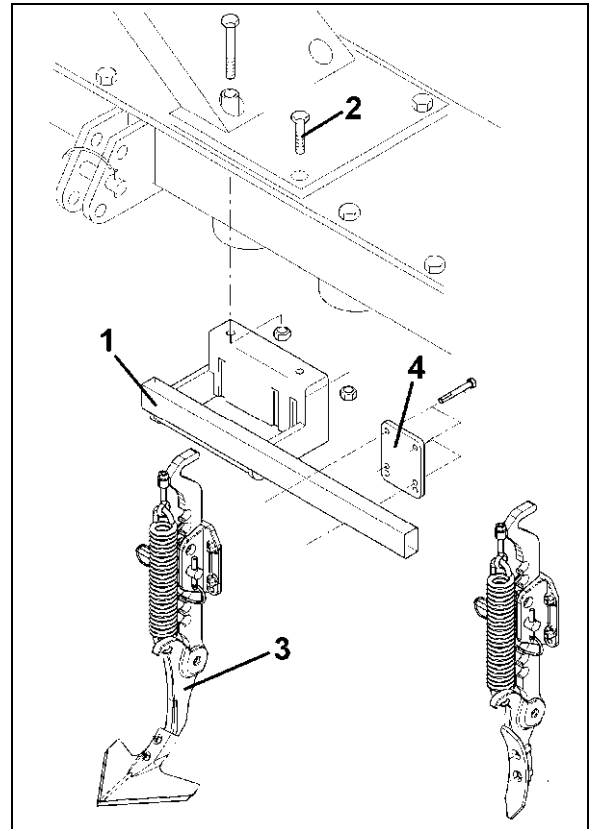

Fig. 21
Zemin işleme makinası, bu derin izlerin önce traktör izi gevşeticileri (Fig. 21) tarafından giderilmesi durumunda düşük çalışma derinliği ile kullanılabilir.
2. Taşıyıcı boruyu (Fig. 21/1) iki kapak sabitleme cıvatası (Fig. 21/2) ile zemin işleme makinasına vidalayınız.
3. İz gevşeticiyi (Fig. 21/3), sıkıştırma plakaları (Fig. 21/4) ve cıvatalar ile taşıyıcı boruya sabitleyiniz.